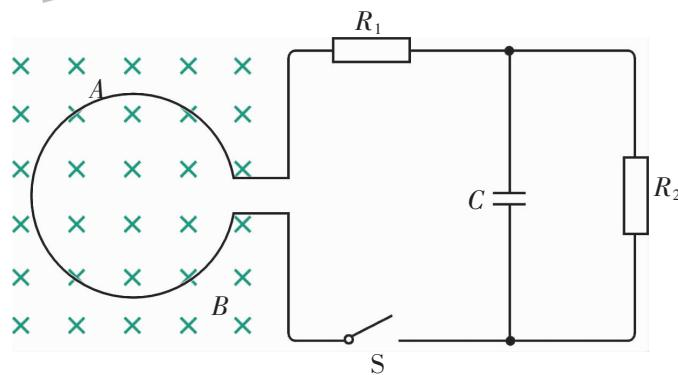

图 1-7
7. 横截面积 $S=0.2 \text{ m}^2$, $n=100$ 匝的圆形线圈 A ，处在如图 1-7 所示的磁场内，磁感应强度随时间变化的规律是 $B=(0.6-0.02t) \text{ T}$ ，开始时开关 S 未闭合。 $R_1=40 \Omega$, $R_2=60 \Omega$, $C=30 \mu\text{F}$ ，线圈内阻不计。